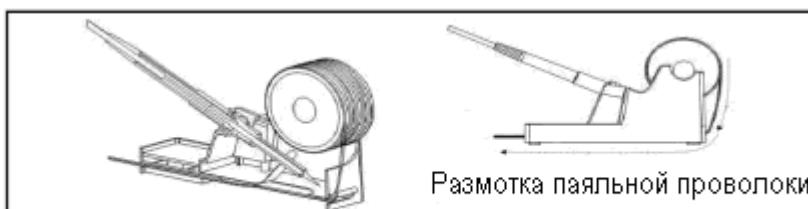

Рис. 1 Подставка для паяльника с держателем для паяльной проволоки
1. Установите паяльную проволоку в держатель (рис.1).
3. Поместите паяльник на подставку (см. рисунок 1).